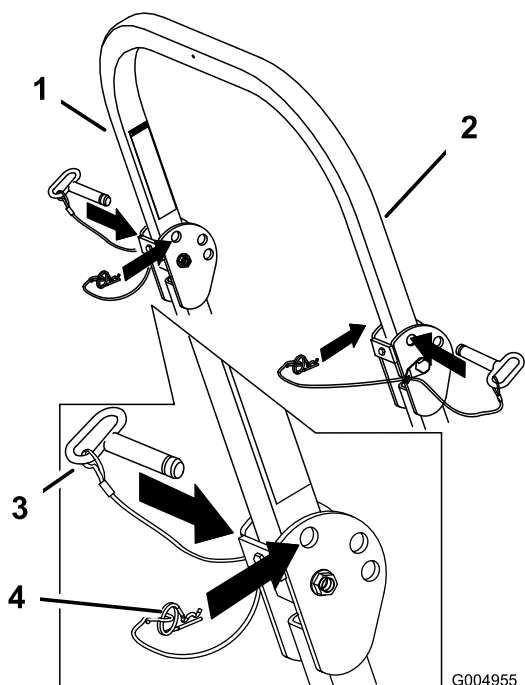

Figure 10
1. Retirez les goupilles fendues puis les deux axes (Figure 10).
3. Posez les 2 axes et fixez-les avec les goupilles fendues (Figure 10).
2. Relevez complètement l'arceau de sécurité puis insérez les 2 axes et fixez ces derniers avec les goupilles fendues (Figure 10).